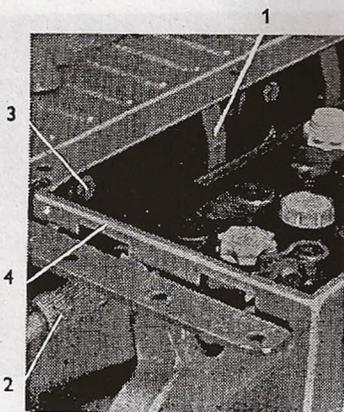

Fig. 94
3. Enlever le revêtement en matière plastique de la batterie, expulser la lame de pression (fig. 94/1), déconnecter la batterie des bornes et retirer de la boîte les fils d'arrivée (fig. 94/2) au pôle positif (+) de la batterie; sortir de la boîte la batterie ainsi dégagée. (En retirant les fils d'arrivée au pôle positif (+) de la batterie il est indispensable de dé-
4. Dévisser les trois vis M 8×15 (fig. 94/3) de la paroi intérieure de la boîte (fig. 94/4) et dévisser les huit écrous des boulons M 6 du fond de la boîte qui repose sur deux supports.